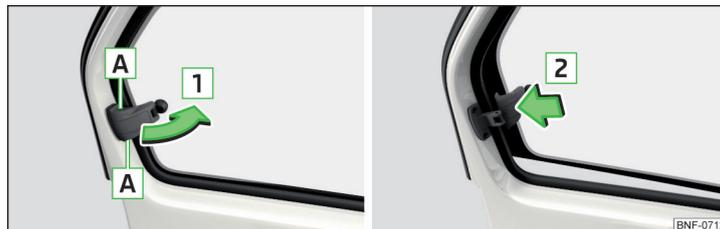

Fig. 37 Abrir y cerrar las ventanillas traseras
- Para **abrir**, agarrar el fusible en la cavidad **A** » fig. 37.